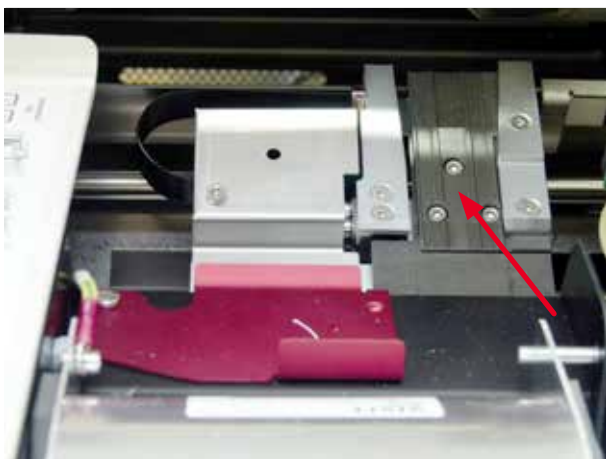

図 49
- 搬送ステーション(→ "図 49")
ラップを閉じます(→ "図 49")。